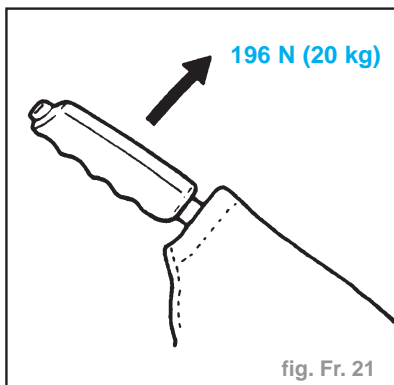

fig. Fr. 21
- Tirer le levier de commande avec la force spécifiée. Vérifier la course du levier et s'assurer que son mouvement est régulier (fig. Fr. 21)